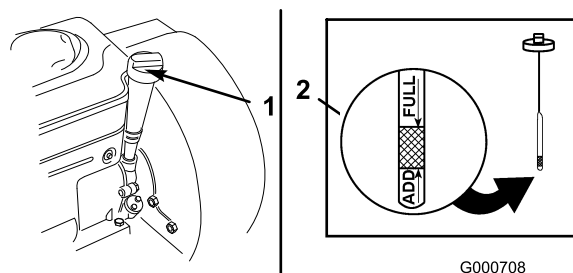

Figura 26
3. Pulite attorno all'asta di livello dell'olio ed estraetela (Figura 26).